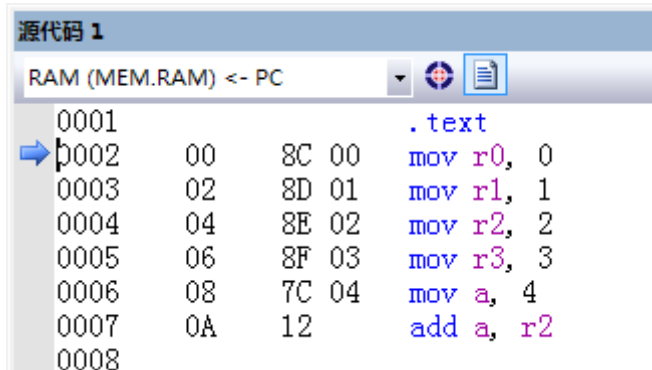

图 2-6：源代码窗口 1
1. 在左上角源代码窗口 1 中显示的是 ram.asm 编译后生成的列表文件 ram.lst。如图 2-6 所示：